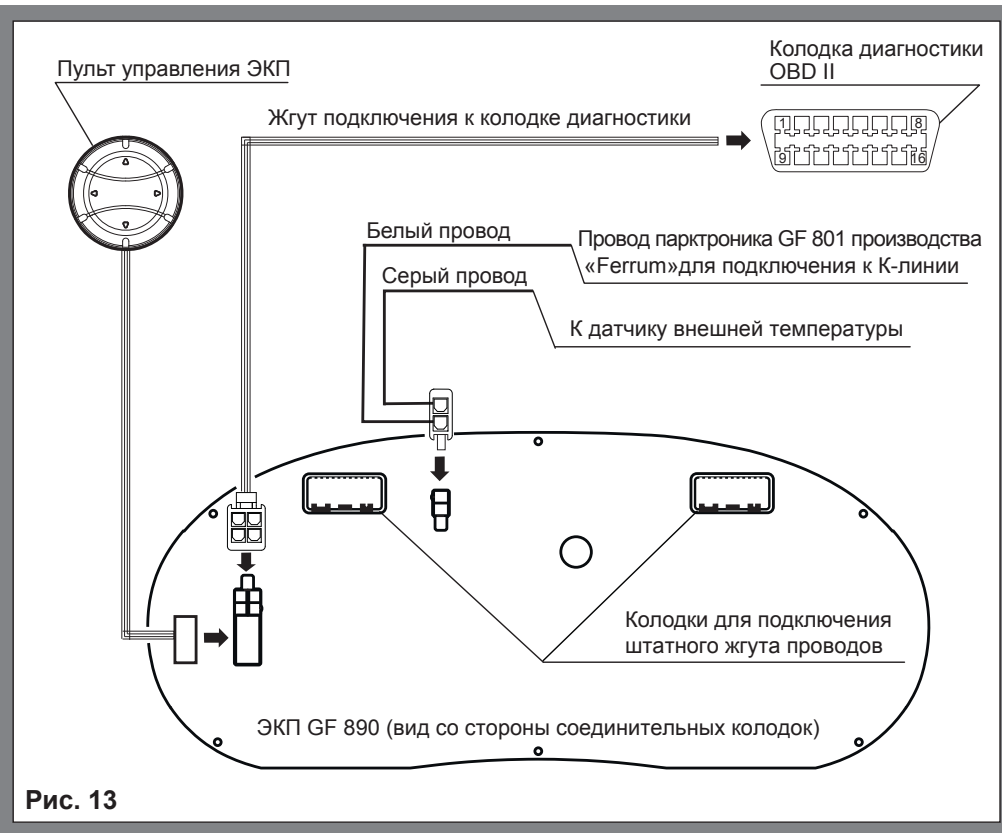
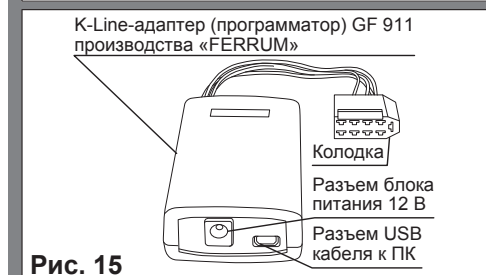

Рис. 13
Рис. 15
- 2.1.7 Проложите внутри панели приборов комплектный жгут для подключения к диагностической колодке (Рис. 7, стр. 12). Подключите жгут к диагностической колодке OBD II, расположенной в вещевом ящике (Рис. 8, стр. 12), и к гнезду ЭКП GF 890 (Рис. 13, стр. 14).
- 2.1.8 Подключите две штатных колодки жгута проводов к колодкам устанавливаемой ЭКП GF 890 (Рис. 13, стр. 14).
- 2.1.9 Проложите провод пульта управления внутри панели приборов. Подключите колодку пульта управления (Рис. 10, стр. 13) к ЭКП (Рис. 13, стр. 14). Расположите пульт рядом с рекомендуемым местом установки на панели приборов (Рис. 9, стр. 13).
- 2.2.1 Подключить провод «К-линии» парктроника GF 801 к белому проводу, идущему от 2-х клеммной колодки ЭКП (Рис. 13, стр. 14), а не к «колодке для БК», как это указано в «Руководстве по эксплуатации для GF 801». Соединение проводов выполняется клипсой, входящей в комплект парктроника GF 801.
3.1.3 K-Line-адаптер GF 911 (GF 910) должен быть подключен к бортовой сети автомобиля (чёрный провод массы «-» к кузову автомобиля, один из красных проводов к +12 В). Серый провод адаптера GF 911 (GF 910) должен быть соединён с серым проводом «К-линии» ЭКП GF 890. (Рис. 13 , стр. 14). Разъем блока питания 12В (Рис.15, стр. 14) используется для обновления ПО вне автомобиля.